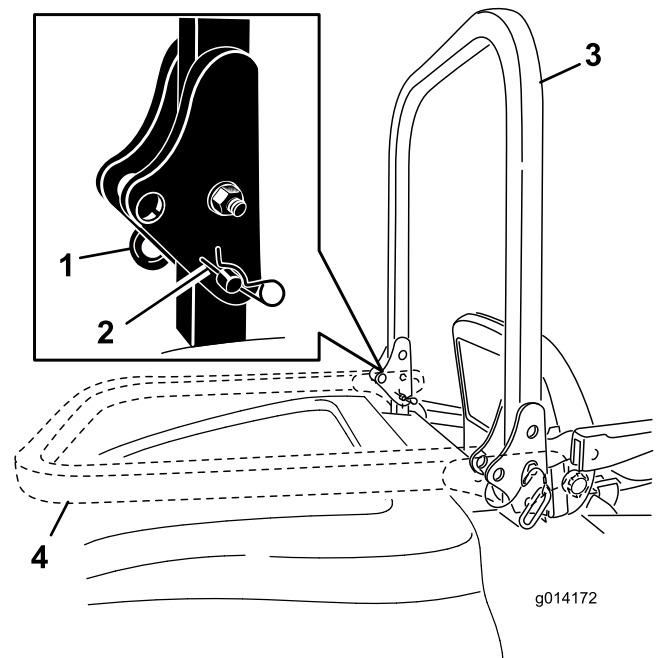

Figura 10
- Para bajar la barra anti-vuelco, retire los pasadores de horquilla, empuje la barra hacia adelante contra los muelles, y retire los dos pasadores (Figura 10).
- Baje la barra anti-vuelco (Figura 10).
- Instale los dos pasadores y fíjelos con los pasadores de horquilla (Figura 10).
4. Para elevar la barra anti-vuelco, retire los pasadores de horquilla y retire los dos pasadores (Figura 10).
5. Eleve la barra anti-vuelco a la posición vertical, instale los dos pasadores y fíjelos con los pasadores de horquilla (Figura 10).